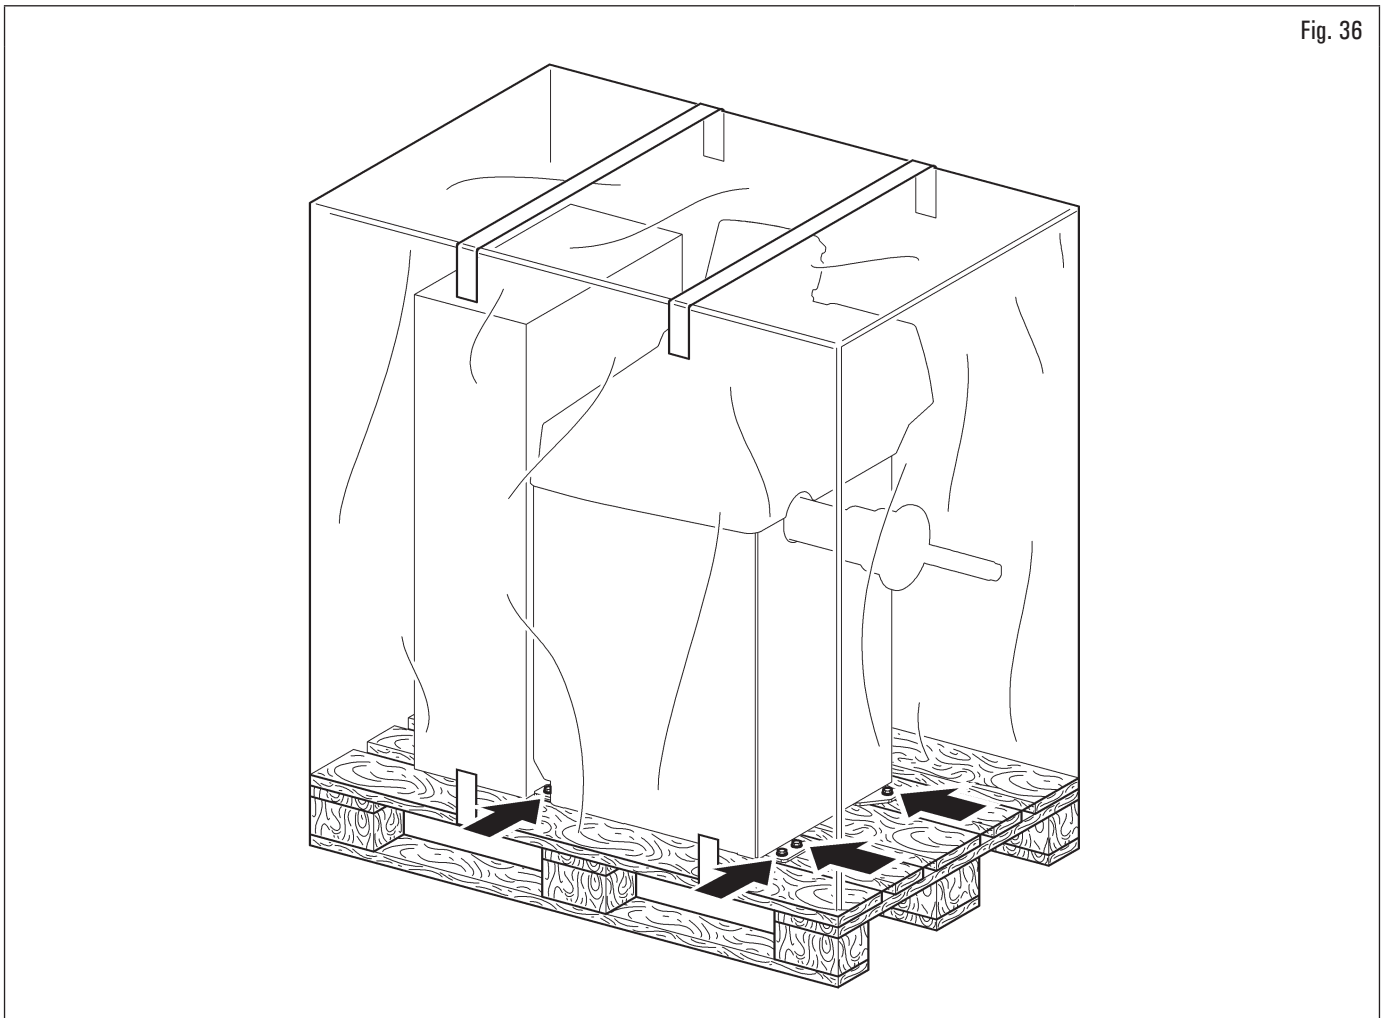

Fig. 36
- L'équipement est généralement expédié partiellement assemblé, comme indiqué dans Fig. 36.
- soulever avec précaution, en utilisant des moyens de support de charge adéquats, en parfait état de fonctionnement, en utilisant les signes appropriés placés sur l'emballage Fig. 36.